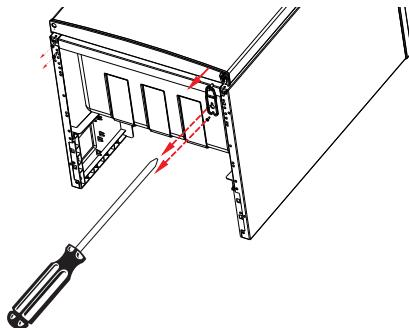

Abb. 2
- Drehen Sie die beiden Halterungsschrauben des unteren Scharniers mit Hilfe eines Kreuzschlitzschraubendrehers heraus und entfernen Sie das Scharnier vom Kühlzankgehäuse (Abb. 2).